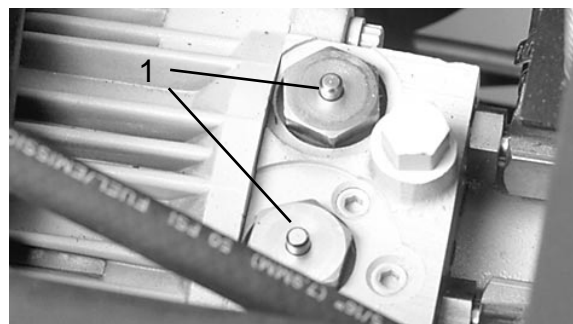

Fig. 11
2. Tryk tappene på midten af de to (2) kontraventiler ovenpå transmissionen (Fig. 11) ned, mens maskinen skubbes eller bugseres.